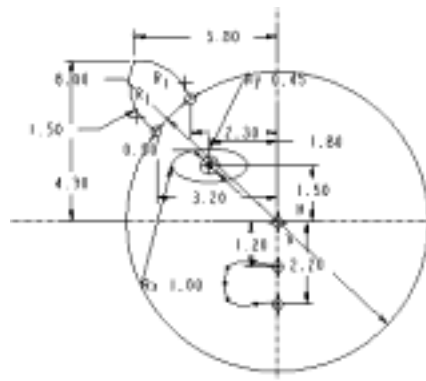

图 3-88 绘制样条曲线
(10) 单击工具栏中的“样条曲线”按钮, 绘制如图 3-88 所示的样条曲线, 并修改端点的尺寸, 用户可以调节各个点的位置以达到类似的形状。